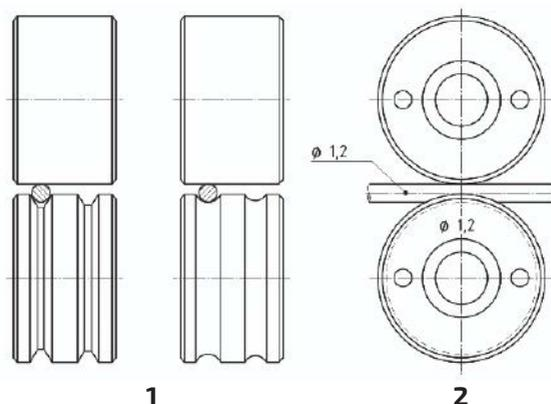

Рис. 9.7.1. Выбор подающего ролика.
- Форма канавки соответствует типу сварочной проволоки (см. рис. 9.7.1).